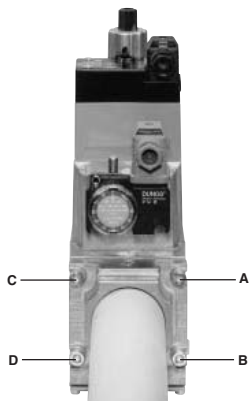
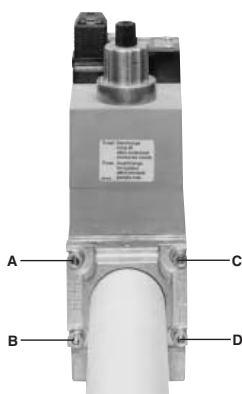

Рис. 3
Рис. 4
3. Затянуть винты А, В, С и D (Рис. 3 - Рис. 4).